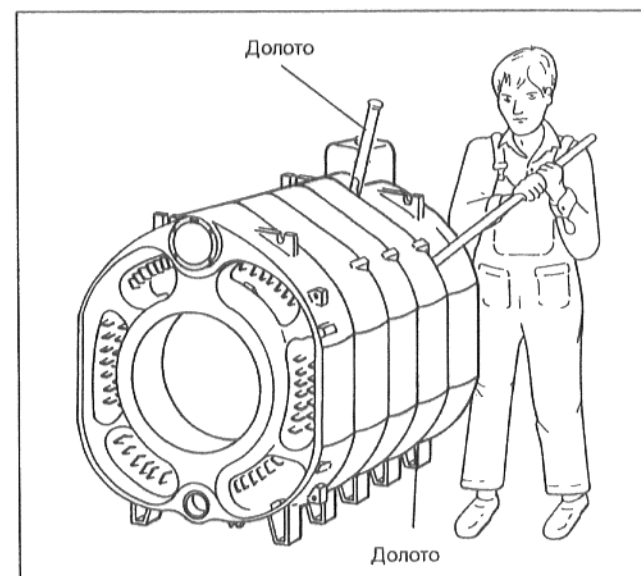

рис. 18
- Вставив (забив) плоские клинья (долота) в предусмотренных местах сверху и снизу между секциями, разобрать котел в месте утечки (рис. 18).